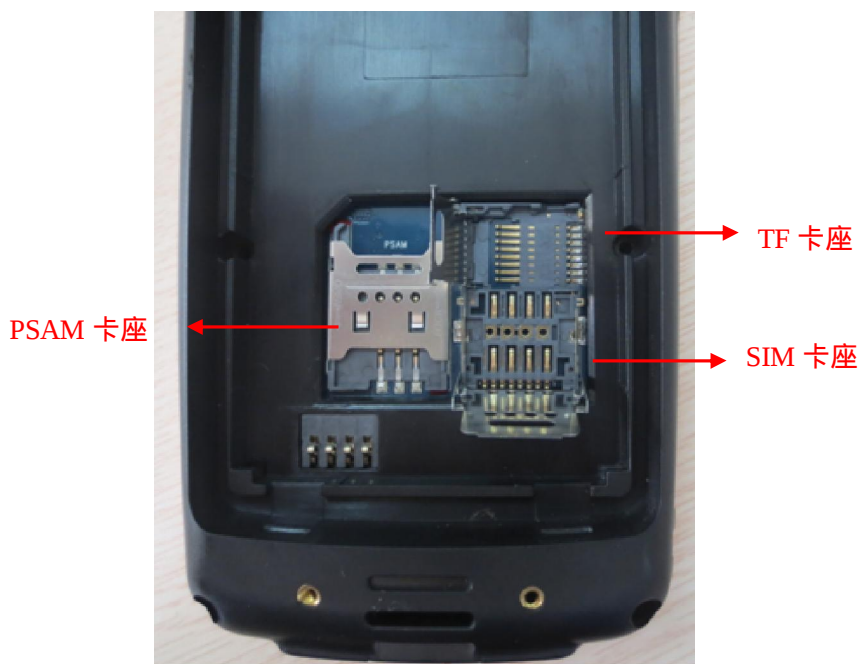

图 2.2.1
- 4) 将 SIM卡座往 OPEN指示方向推，揭开盖子（如图 2.2.1）